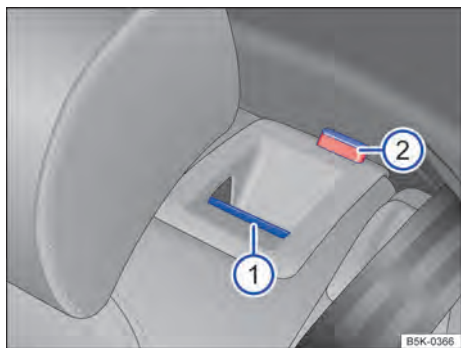

Fig. 67 No encosto do banco traseiro: botão de destravamento.
- Puxar o botão de destravamento → Fig. 67 ⓘ para frente e, ao mesmo tempo, rebater o encosto do banco traseiro para frente.
- A respectiva parte de encosto do banco traseiro estará destravada quando a marcação vermelha → Fig. 67 ⓘ estiver visível.
- A marcação vermelha → Fig. 67 ⓘ não pode mais estar visível.